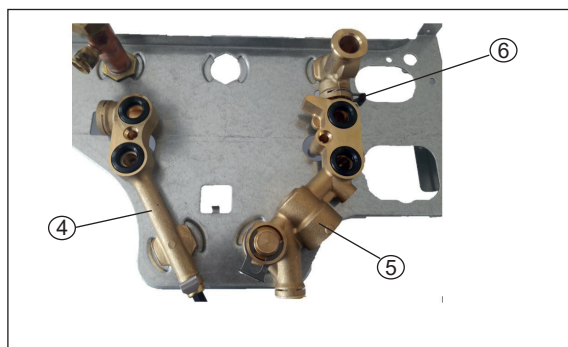

Bild 3
- Einbau des Frischwasser Zulaufblocks (4)
- Einbau des Frischwasser Auslaufblocks (5)
- Sicherungsclip 18 mm am Frischwasser Zulaufblock montieren (6) (Bild 3)